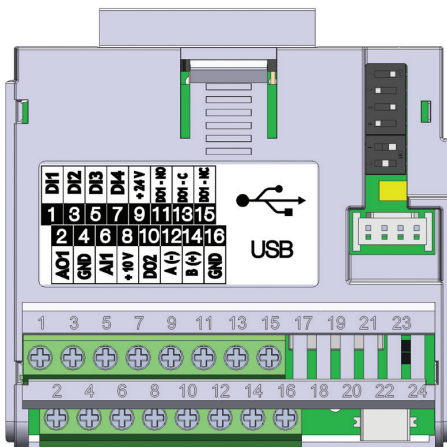

图 19.3: 插入模块CFW500-CUSB
CFW500-CUSB 插入式模块通过端子 12 (A1-) 和 14 (B1+) 处的 RS-485 端口提供串行 (1) 接口, 以及通过标准连接器处的 USB 端口提供串行 (2) 接口mini USB (mini B), 请参见 图 19.3 (第19-1页)。